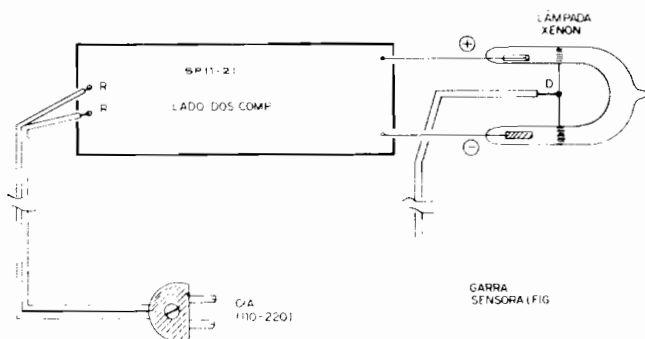

Fig.5
- FIG. 5 - CONEXÕES EXTERNAS À PLACA - Válido para ambas as versões, o diagrama mostra as ligações, "da placa pra fora", que se resumem no "rabicho" (cabo de força, aos já citados pontos "R-R"...), e terminais de alimentação principais da lâmpada de Xenon (observar a obrigatória polaridade...). Na figura, a placa ainda é vista pelo seu lado não cobreado... Outro ponto importante é o representado pela ligação do cabo de disparo, ao terminal central "D" da Xenon (fio não muito curto, isolado e flexível...), e em cuja "outra" extremidade fica a garra sensora (detalhes mais adiante...). Notar que as ligações **reais** da lâmpada de Xenon à placa devem ser feitas através de pedaços curtos de fio isolado, atravessando o refletor original da lanterna de pilhas "modificada", conforme diagramas a seguir... Também o próprio cabo de disparo, na prática apresenta uma conexão intermediária, feita por "macho/fêmea banana" (detalhes nos próximos desenhos...). É **importante** que o "ajeitamento" final da "coisa" no seu improvisado **container** seja feito com um mínimo de bom senso e de "capricho" nunca se esquecendo de que altas Tensões circularão - em funcionamento - por várias das conexões, devendo
“fuga” indesejados, e até perigosos para o operador... A lampadinha original da lanterna, e o respectivo soquete, devem ser removidos, deixando-se simplesmente um “buraco” onde estavam tais peças... Em pontos bem determinados do refletor da lanterna (ele “parece” feito de metal, mas - na verdade - nas modernas lanternas é de plástico “espelhado”...) devem ser feitos dois furos para a passagem dos fios (ou dos próprios terminais, após cuidadosa “dobragem”...) aos terminais **positivo** e **negativo** da lâmpada de Xenon, ligados aos respectivos pontos da placa de Circuito Impresso (ver FIG. 5). O fio (flexível) do cabo de disparo (ligado ao conector “banana fêmea”) passa pelo furo central do refletor (obtido com a remoção da lâmpada/soquete originais...). A posição final da lâmpada de Xenon deve ser a indicada no diagrama... Para boa estabilidade mecânica e elétrica do conjunto, convém fixar a Xenon ao refletor com adesivo forte (de cianoacrilato ou de **epoxy**...). Finalmente, o conjunto deve ser fechado, pela reposição do anel/vidro da “boca” original da lanterna... O cabo de força (“rabicho”) sairá por um furo feito no centro da tampa traseira da lanterna (aquela mesma usada para o acesso normal ao compartimento das pilhas, agora ocupado pelo circuito da SP...).